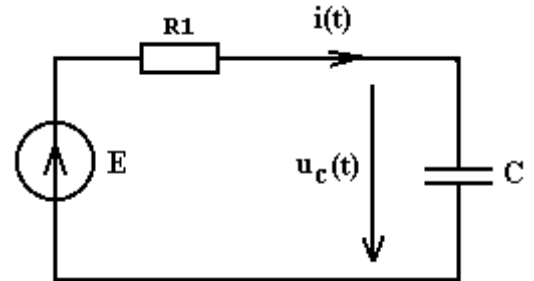

Рисунок 3.2
2. Составим уравнение для напряжений согласно второму закону Кирхгофа для схемы после коммутации в цепи (рисунок 3.2) $u_{R1} + u_c = E$ или